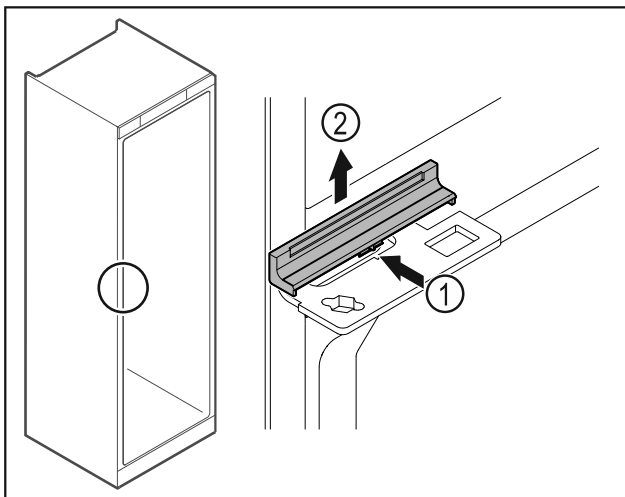

Fig. 43
- Paina suojusta Fig. 43 (1) kevyesti keskeltä ja ota se yläkautta pois Fig. 43 (2).